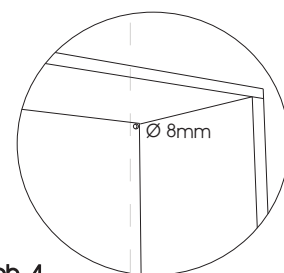

Abb. 4
1. Bohren Sie im Nischenfach, in der rechten oberen Ecke, mit einem 8mm Bohrer ein Loch in die Rückwand. (Abb.4)